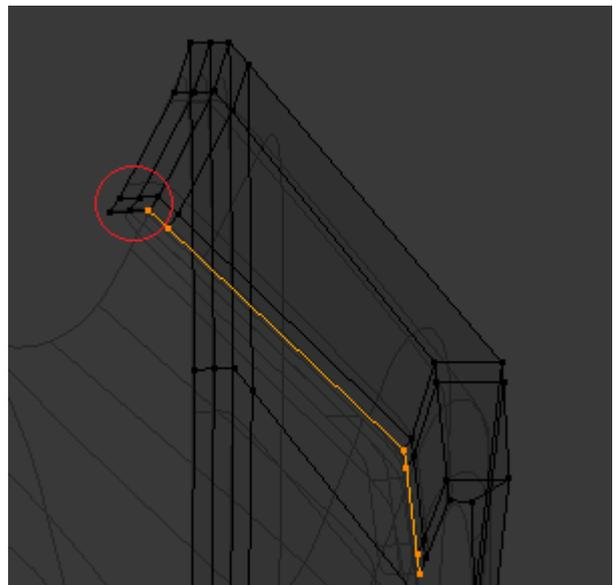

Figura 4.125
5. Seleccione o contorno adjacente e desactive os dois primeiros vértices, **[Shift]+[RMB]** sobre cada um deles, figura 4.125.